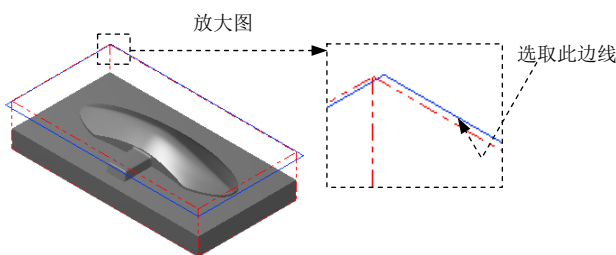

图 9.10 选取切削范围边线
(2) 设置加工边界。在 **Containment boundary** 区域中单击 按钮，系统弹出“串连选项”对话框。在图形区中选取图 9.10 所示的边线，单击 按钮，系统返回至“刀具路径的曲面选取”对话框。
(3) 单击 按钮，完成加工区域的设置，同时系统弹出“曲面残料粗加工”对话框。